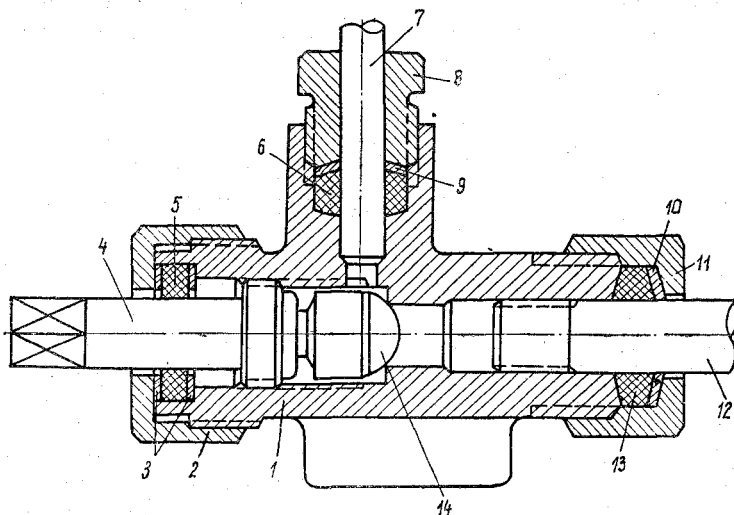

Рис. 80. Запорный кран:
**Запорный кран** воздуха в шинах (рис. 80) монтируется на вентиле камеры и крепится болтом с гайкой на пластине крепления защитного кожуха, расположенной на наружном ободе колеса. Кран состоит из корпуса 1, в котором перемещается по резьбе пробка с шариком, наружный конец которой имеет головку (квадрат) под ключ. Пробка уплотняется сальником 5, который затягивается гайкой 2.